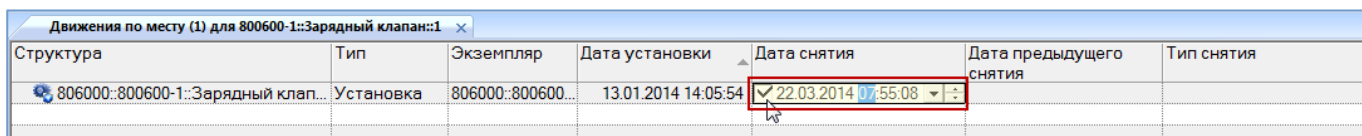

Рис. 13-143 – Установить флаг в белом квадрате
5) Установить флаг в белом квадрате – в результате поле «Дата снятия» заполнится текущей датой и станет доступным для редактирования (рис. 13-143).